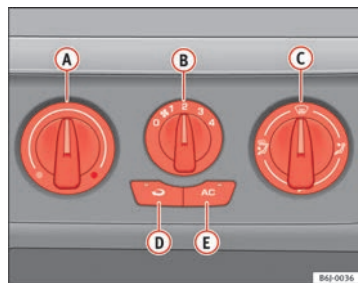

Fig. 105 Comandos do Ar Condicionado no painel de instrumentos
- Com os reguladores ⇒ Fig. 105 (A) e (C) e com o comando (B) é ajustada a temperatura, a distribuição do ar e a velocidade do ventilador.
- Pressione o botão (D) ou (E), para ligar ou desligar a função correspondente. Quando a função estiver activada, acende-se um aviso vermelho no botão.
- Fechar os difusores (3).
- Abra e oriente os difusores (4) em direcção às janelas.
- (A) Regulador da temperatura ⇒ Página 145
- (B) Comando do ventilador. O ventilador de ar tem 4 níveis de regulação. A baixa velocidade é recomendável que o ventilador funcione no mínimo no nível 1 para melhorar a entrada de ar fresco.
- (C) Regulador da distribuição de ar ⇒ Página 145